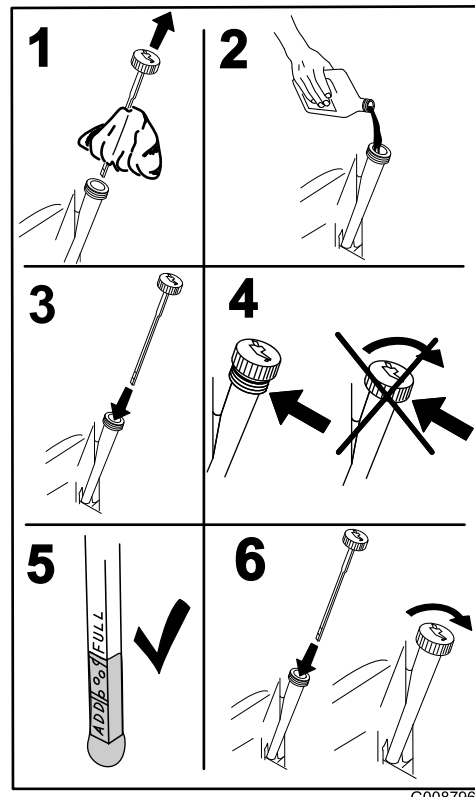

Figura 38
4. Retire la varilla y límpiela con un paño limpio (Figura 38).